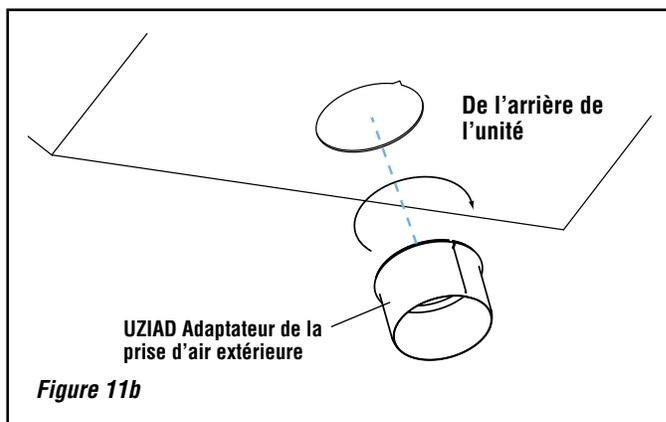

Figure 11b
**Collier monobloc :** Pour installer la prise d'air extérieur sur le poêle, aligner la rainure en «V» de la prise sur la rainure en «V» de l'ouverture au fond du poêle. Enfoncer et tourner pour que le bord roulé s'engage dans le fond du poêle et continuer à tourner d'un tour entier (360°) pour verrouiller la prise en position (*Figure 11b*).